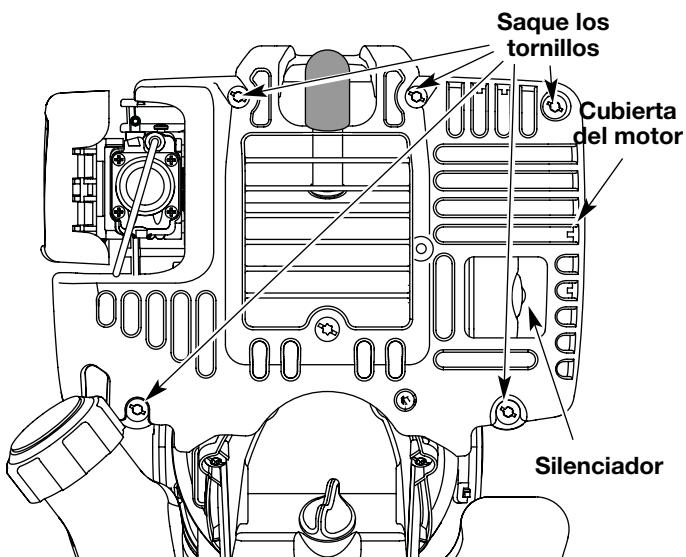

Fig. 35
1. Quite los cinco (5) Tornillos de posterior de la cubierta del motor con un destornillador de pala o Torx #20 (Fig. 35).
5. Saque la cubierta del motor (Fig. 35 & 36).